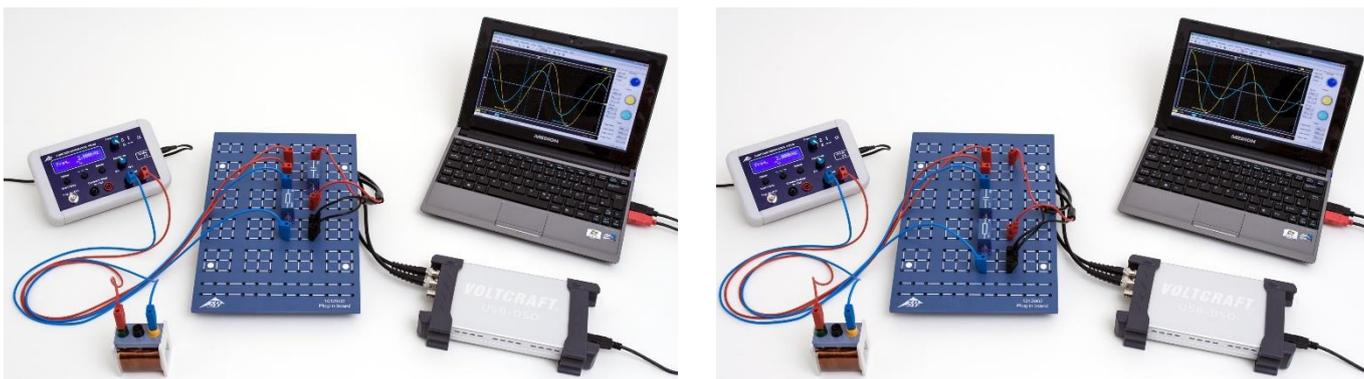

Fig. 1: Disposição de medição para ligação em série (esquerda) e para ligação em paralelo (direita).
- Montar a disposição de medição para a ligação em série (Fig. 1, à direita) conforme o diagrama de circuito (Fig. 2) com $R_m = 10 \Omega$, $C = 1 \mu\text{F}$ e a bobina com $N = 1200$ espiras / $L = 23,0 \text{ mH}$.
- Montar a disposição de medição para a ligação em série (Fig. 1, à esquerda) conforme o diagrama de circuito (Fig. 3) com $R_m = 10\text{ }\Omega$, $C = 1\text{ }\mu\text{F}$ e a bobina com $N = 1200$ espiras / $L = 23,0\text{ mH}$.
- Montar a disposição de medição para a ligação em série (Fig. 1, à direita) conforme o diagrama de circuito (Fig. 2) com $R_m = 10\text{ }\Omega$, $C = 1\text{ }\mu\text{F}$ e a bobina com $N = 1200$ espiras / $L = 23,0\text{ mH}$.